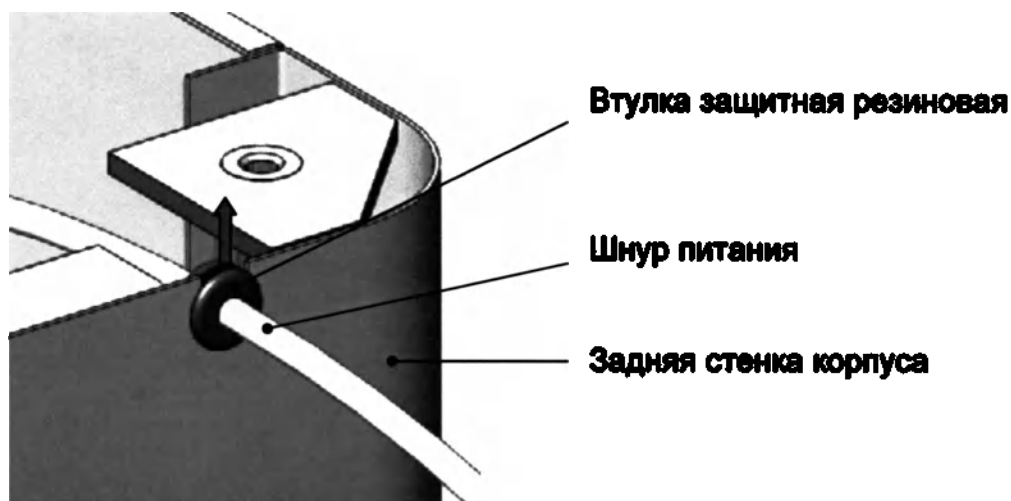

Рис. 27. Выемка втулки защитной резиновой со шнуром питания.
- Приподнять панель верхнюю за ручки и вынуть втулку защитную резиновую со шнуром питания из вертикального паза на задней стенке корпуса рис. 27.
- Установить панель верхнюю на корпус, предварительно заправив втулку защитную резиновую со шнуром в паз на задней стенке корпуса (рис. 27).